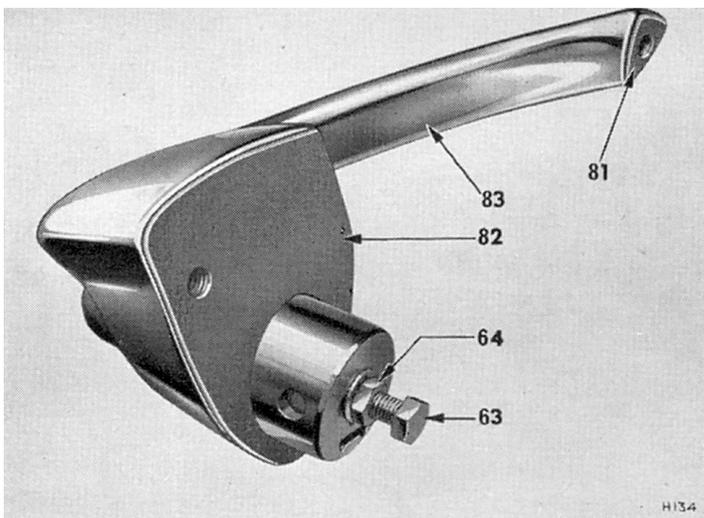

Fig. 71. Détails de la poignée extérieure
2. Réglage du bouton-poussoir (Fig. 71)